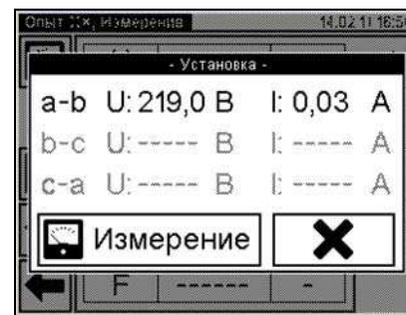
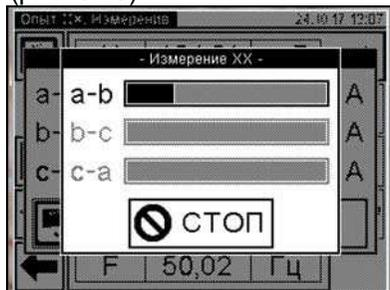

Рисунок 6.24
Рисунок 6.25
9) Запустить измерение, нажав на вкладку . На экране появится окно "Установка" с текущими значениями напряжения и тока в цепи (рисунок 6.24). Установить требуемое значение напряжения, контролируя его установку по показанию в окне. При необходимости процесс установки напряжения может быть прекращен нажатием кнопки .
10) После завершения установки напряжения нажать на кнопку  (рисунок 6.24) для запуска собственно измерения по данным фазам. На экране появится окно, демонстрирующее динамику измерения (рис. 6.25).